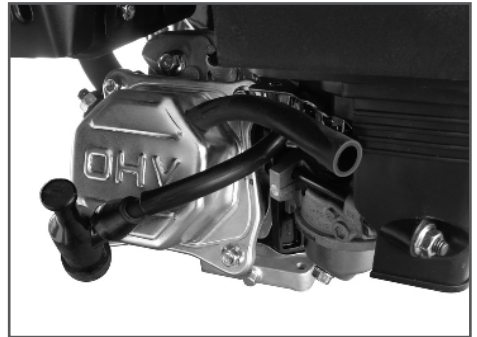

Рис. 8 Трубка сапуна
2. Трубку сапуна (вентиляции картера) снимите со штуцера корпуса воздушного фильтра и выведите её в сторону (Рис. 8). Отверстие в штуцере корпуса воздушного фильтра под трубку сапуна необходимо заглушить.